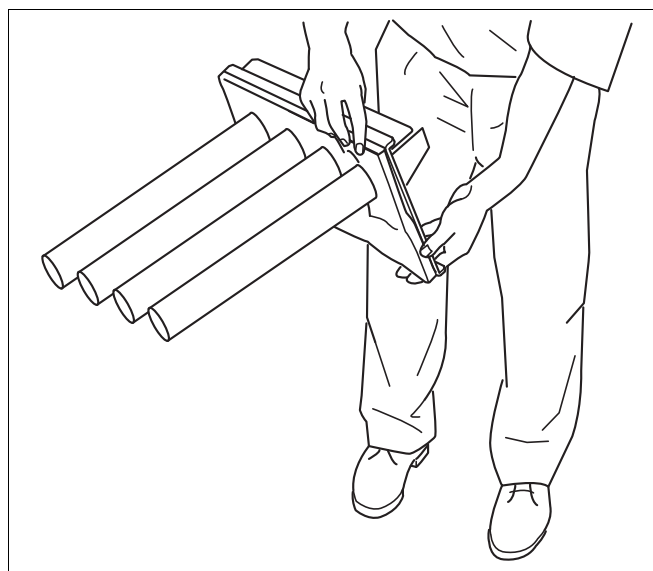

Рис. 43 Опрокидывание горелки
- Остатки воды удалите, опрокинув горелку (Рис. 43).